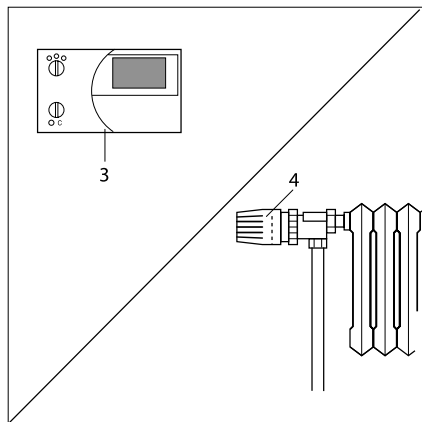

图 4.10 温控装置的设定
4.6.2 设置外部控制器(如果有，参见图 4.10)
- 参考有关控制装置的使用说明书设置室内温控器 (3) 和 / 或散热器温控阀 (4)。